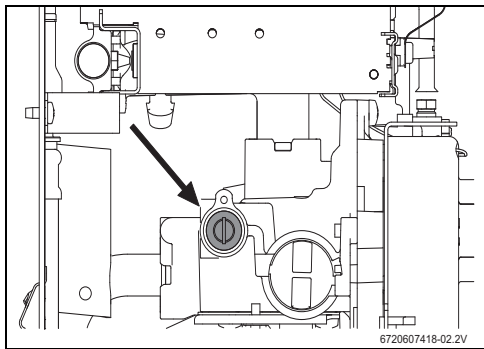

Fig. 14 Vite per regolazione della pressione massima
- Togliere il sigillo della vite (Fig. 14).
- Regolare la pressione mediante la vite (Fig. 14) attenendosi ai dati di pressione esposti nella tabella 8.